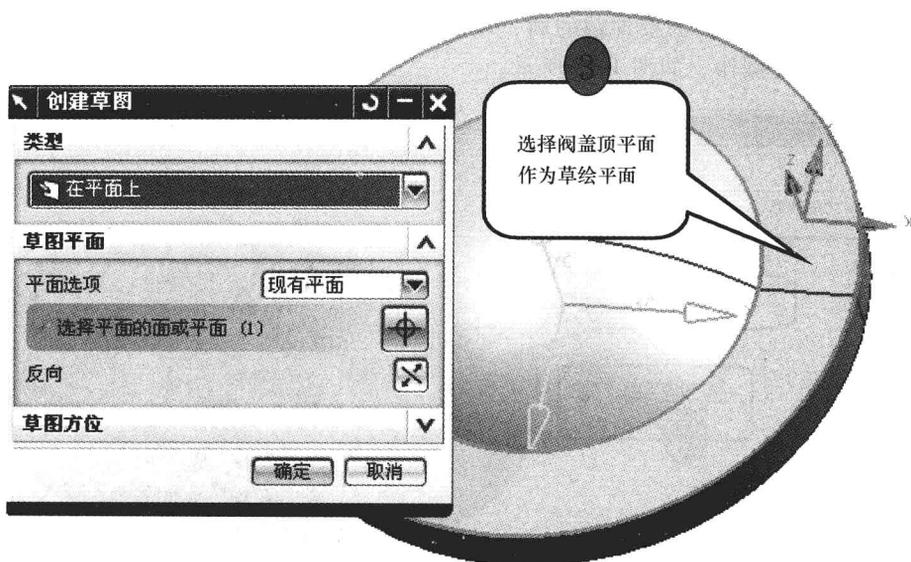

图 1-17 【创建草图】对话框
(4) 选择【以阀盖顶平面】作为草图平面，单击【确定】进入草图模块，如图 1-17 所示，系统自动打开点构造器对话框，在 XC 位置处输入【115】，在 YC 处输入【0】，在 ZC